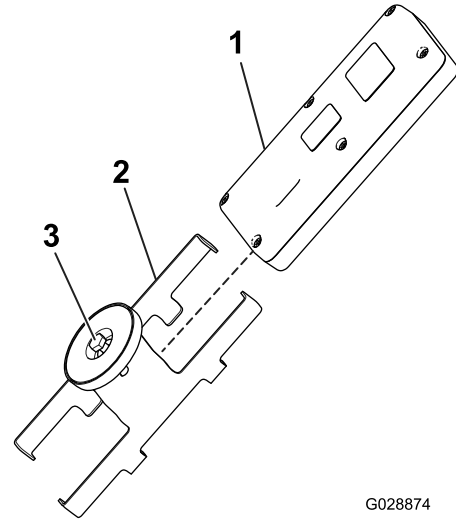

図 21
5. ハンドヘルドリモートをマグネット式リモートブラケットに組み付け、二つを合わせた状態で、マグネットについているボルトを締め付ける (図 21)。